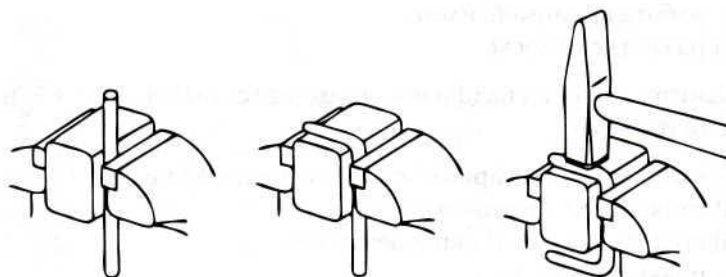

Рис. 1.8
20. Укажите, какая слесарная операция показана на рис. 1.8: